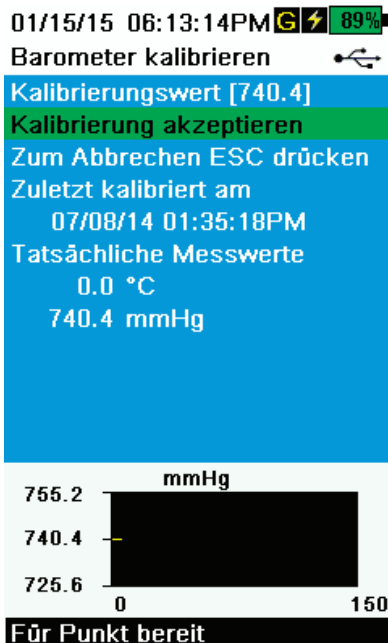

Abbildung 46 Barometer kalibrieren
3. Wählen Sie **Accept Calibration (Kalibrierung annehmen) aus** (Abbildung 46). Im Bereich Sofortnachrichten erscheint „Calibration Successful (Kalibrierung erfolgreich)!“.